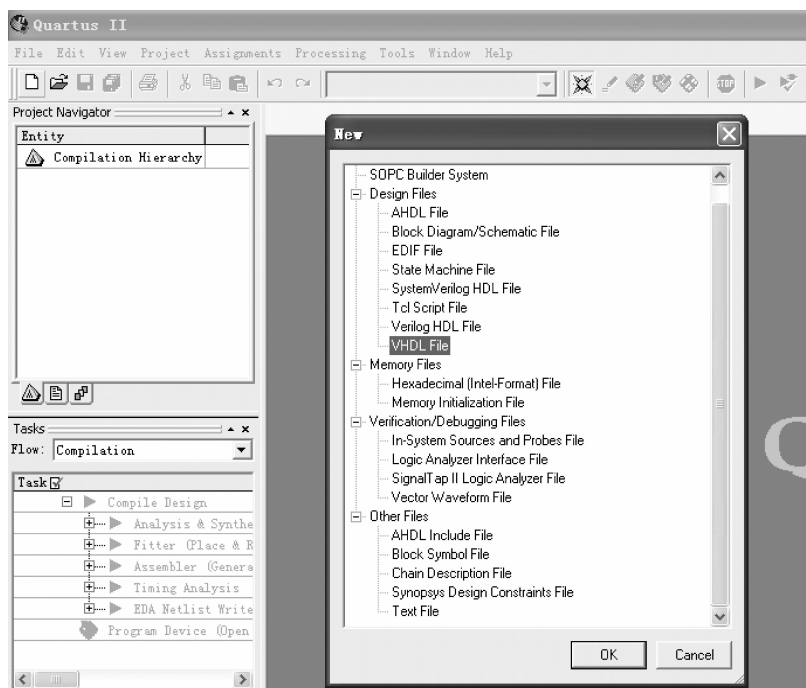

图 3-45 选择编辑文件的语言类型
(1) 新建 VHDL 文件,打开文本编辑器。具体步骤:主菜单 File→New,弹出对话框,选择 VHDL Files 文件类型,如图 3-45 所示。完成后,即打开框图编辑器,并生成一个空白的框图文件,保存该文件为 cnt10.vhd。
(2) 利用文本编辑器在 cnt10.vhd 文件中录入程序 P3-1 的代码。然后选择主菜单 File→Save,保存文件 cnt10.vhd。